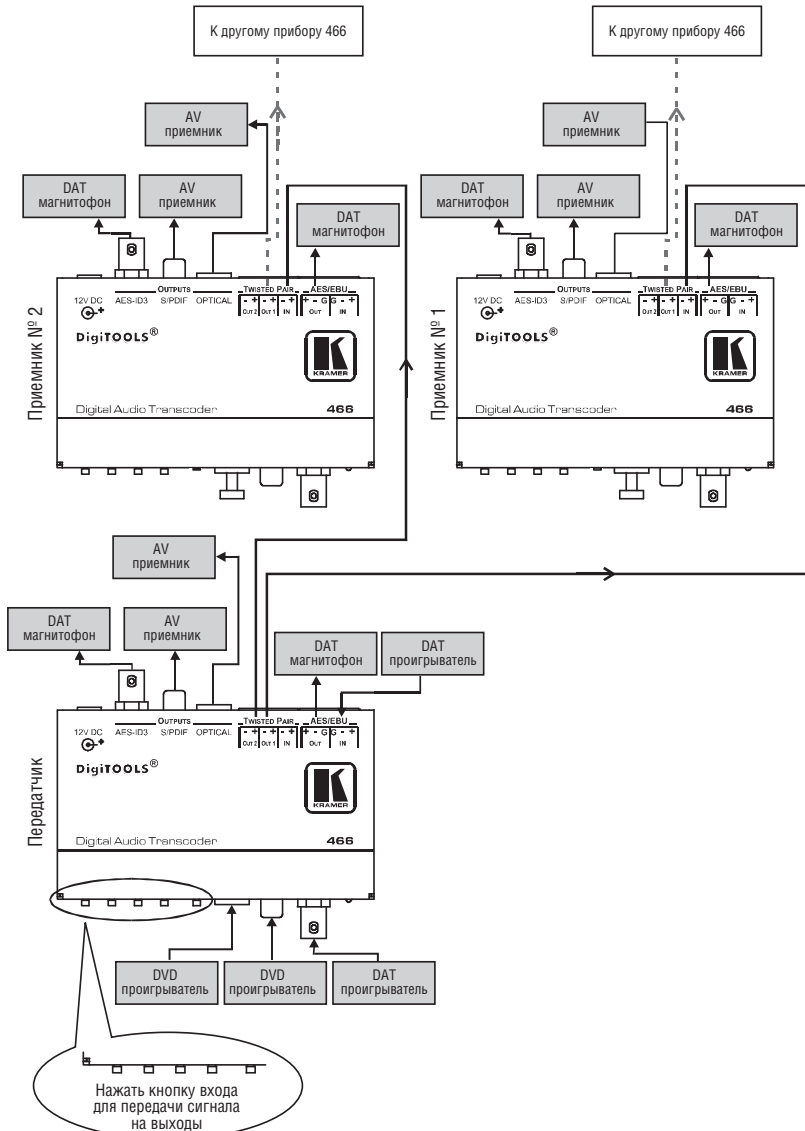

Рис. 4. Увеличение дистанции вещания с помощью транскодера цифрового аудиосигнала 466
¹ Используется оптический кабель, такой как POC-15A производства Sony (в комплект не входит)² См. Рис. 4³ Используется оптический кабель, такой как POC-15A производства Sony (в комплект не входит)
Чтобы использовать несколько приборов¹, как показано на рис. 4, нужно выполнить следующее²:
1. Подключить первый прибор **466** (передатчик³ на рис. 4) как описано в разделе 4.
2. Подключить получатель⁴ № 1 (на рис. 4):
3. Подключить получатель № 2 (см. рис. 4):